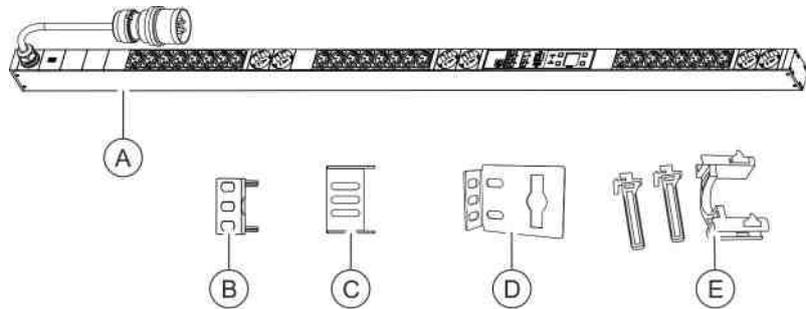

Abb. 12: Lieferumfang
- PDU (Abb. 12/A)
- Zwei Steckwinkel zur Montage der PDU über die Rückseite (Abb. 12/B)
- Zwei Steckwinkel zur Montage der PDU über die Seiten (Abb. 12/C)
- Zwei Einhängewinkel (Abb. 12/D)
- Zwei Sets Kaltgeräteverriegelungen (C13/C19) (Abb. 12/E)